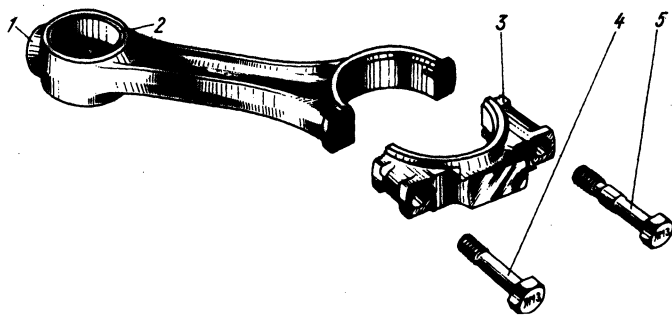

Рис. 7. Шатун:
**Шатун** (рис. 7) представляет собой стальную фасонную поковку. Стержень его — двутаврового сечения; вдоль всего стержня просверлен канал для подачи смазки к подшипнику верхней головки шатуна.